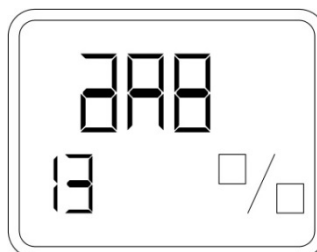

Рисунок 40 – Отображение значения давления в процентах от шкалы
- При помощи кнопки «М» (или «S») зайти в пункт меню 13 (рисунок 40).